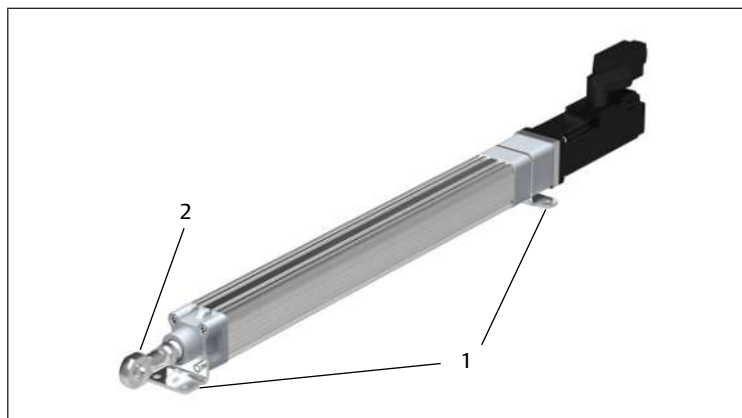

Fig. 9: Avvitare la testa snodata e gli accessori di montaggio
5. Avvitare la testa snodata (2) e gli accessori di montaggio (1) alla macchina o all'impianto. Vedere → Fig. 9. Dimensioni dei fori per le viti di fissaggio. Vedere catalogo online.